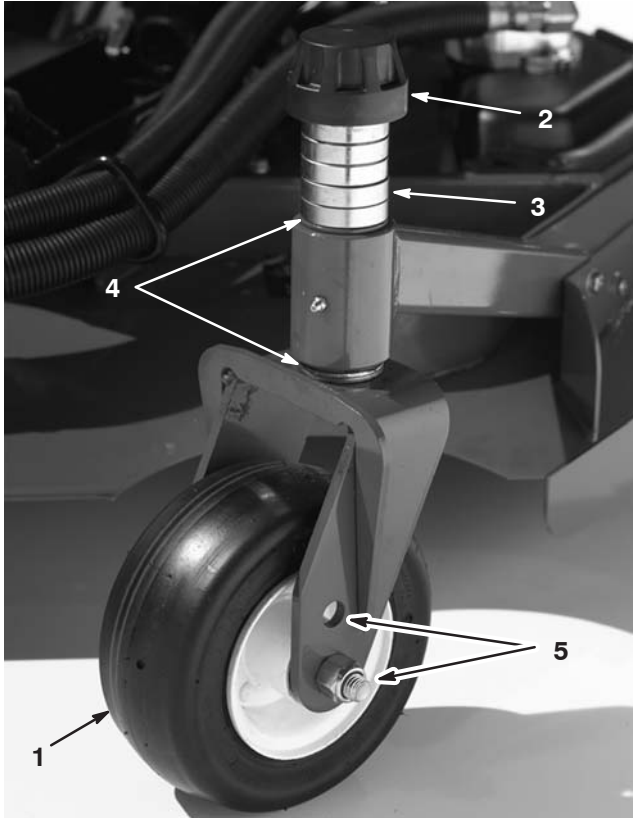
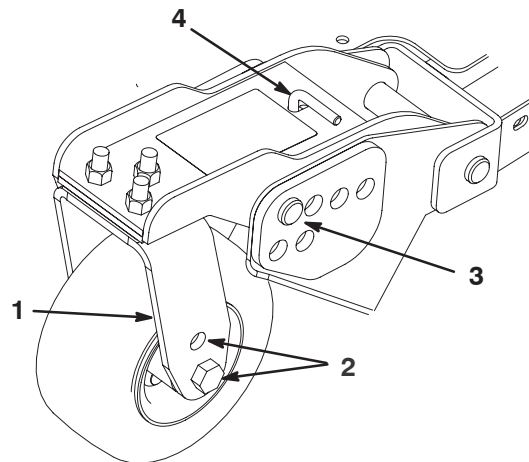
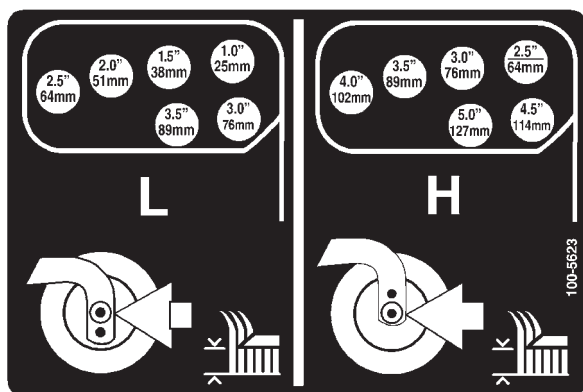

Figure 14
Figure 16
Figure 17
2. Placez les essieux des roues pivotantes dans les mêmes trous sur toutes les chapes (Fig. 14 et Fig. 16). Pour choisir les trous corrects pour la hauteur de coupe requise, reportez-vous au tableau suivant.
1. Placez les essieux des roues pivotantes dans les mêmes trous sur toutes les chapes (Fig. 14 et Fig. 16). Pour choisir les trous corrects pour la hauteur de coupe requise, reportez-vous au tableau suivant.
2. Enlevez le chapeau de tension de l'axe de pivot (Fig. 14) et sortez l'axe du bras pivotant. Remplacez les deux cales (3 mm) sur l'axe de pivot comme à l'origine. Elles sont requises pour que les plateaux de coupe soient parfaitement de niveau sur toute la largeur. Placez le nombre requis d'entretoises de 13 mm sur l'axe de pivot pour obtenir la hauteur de coupe voulue, puis ajoutez la rondelle.
4. Enlevez la goupille fendue et les axes de chape des bras pivotants (Fig. 16).
5. Tournez la tige de tension pour élever ou abaisser le bras de pivot jusqu'à ce que les trous soient en face de ceux du support de la hauteur de coupe sélectionnée dans le bâti du plateau de coupe (Fig. 16 et Fig. 17).